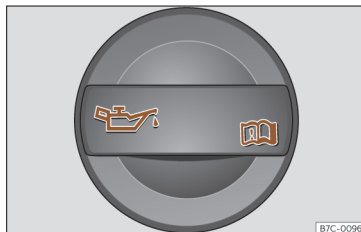

Fig. 198 Tapón de la boca de llenado de aceite del motor en el vano motor.
- Desenrosque el tapón de la boca de llenado de aceite del motor»» fig. 198.